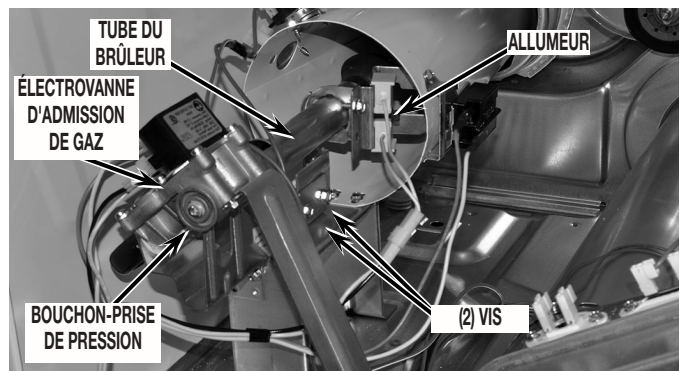

FIGURE 1B
- Débrancher le connecteur de l'allumeur du reste du câblage puis ôter le tube du brûleur (ôter les deux (2) vis de fixation sur la base du brûleur). Consulter la Figure 1B, passer à "Déterminer le type de l'électrovanne d'admission de gaz" – "Remplacement du gicleur".